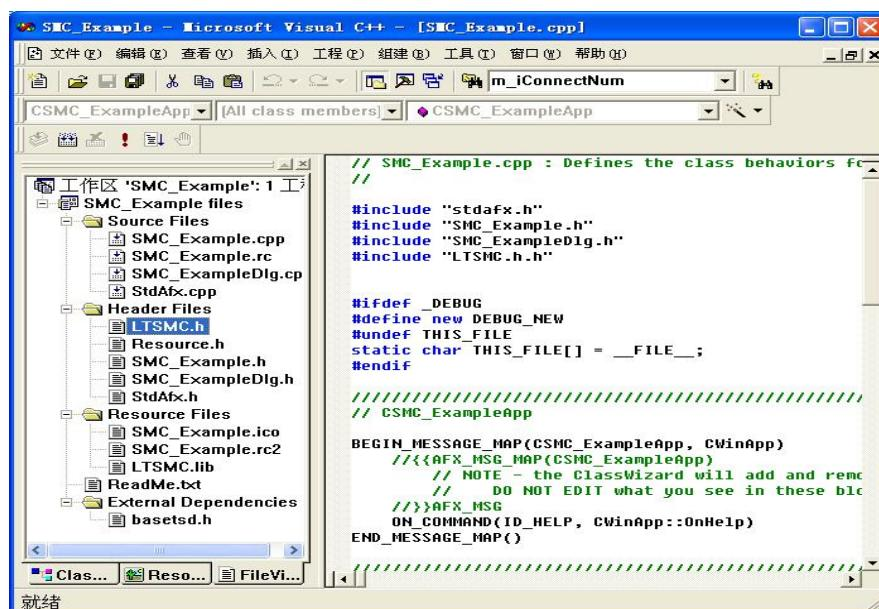

图1.2程序增加头文件
- 9) 打开SMC_EXAMPLE.cpp 文件、SMC_EXAMPLEDlg.cpp，在程序开始部分添加相应语句:#include “LTSMC.h”，如图1.2所示。